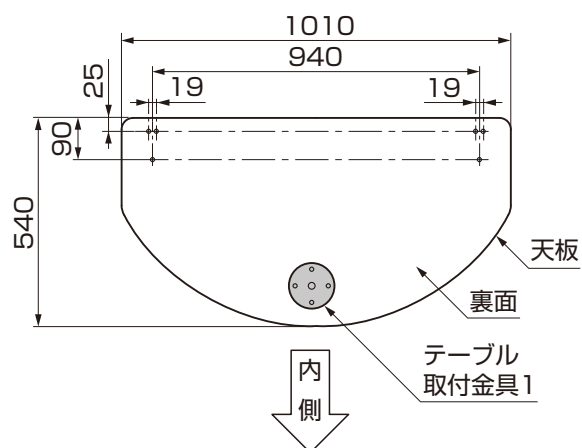

図2-7
- 天板は、テーブル取付金具1が付いている方を内側にしてください。(図2-7参照)
- 【1-1】は図2-7の寸法の位置でネジ止めしてください。